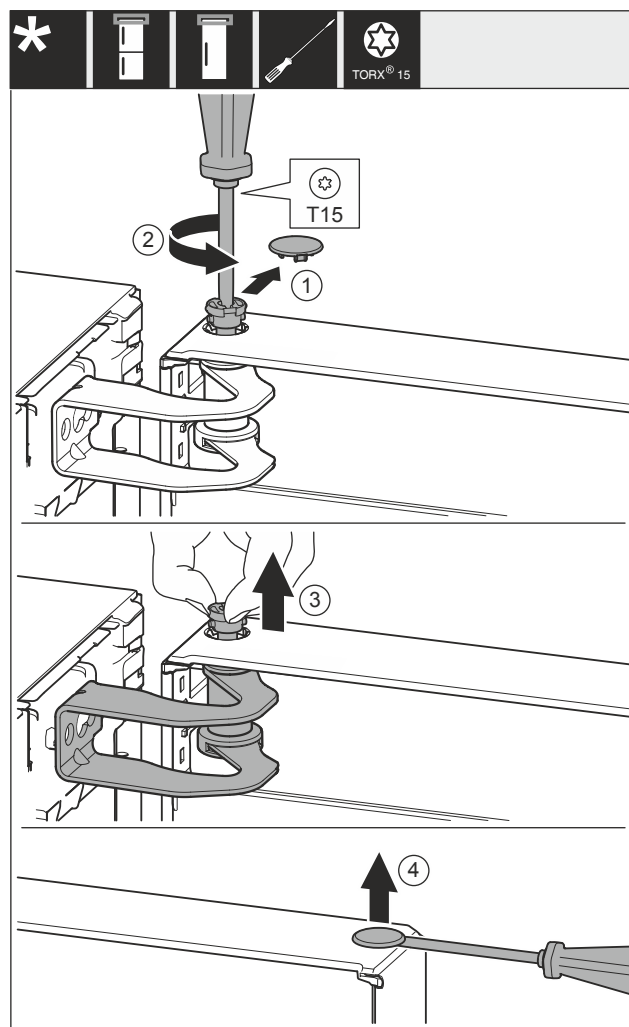

Fig. 9
- ▶ Обережно зніміть кришку Fig. 9 (1).
- ▶ Трохи викрутіть болт Fig. 9 (2) за допомогою викрутки.
- ▶ Витягніть болт Fig. 9 (3) пальцями.
- ▶ За допомогою викрутки обережно підніміть і витягніть кришку Fig. 9 (4).